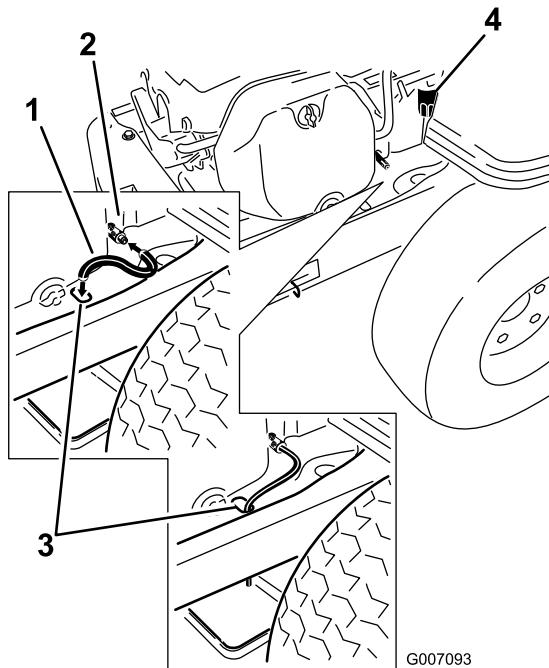

Figura 37
5. Localize o tubo de drenagem do óleo e faça-o deslizar para cima da válvula de drenagem (Figura 37).
6. Coloque o lado oposto do tubo de drenagem de óleo por cima da extremidade da estrutura (Figura 37).